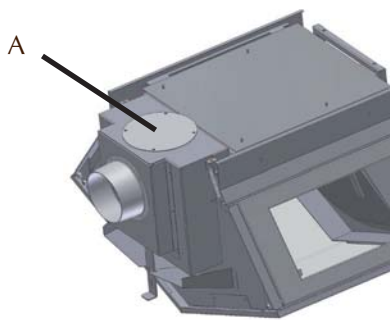

Figure 6 Couvercle de la prise d'air extérieur (A)
2. Enlevez le couvercle de la prise d'air extérieur à l'arrière du poêle et changez celui-ci avec le buselot. (voir la figure 6 )